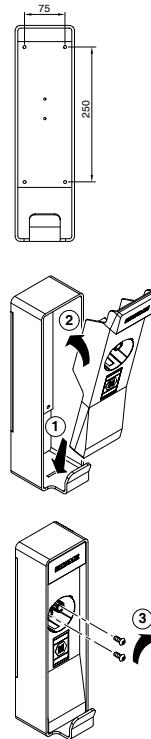

Bild 14: MONTAGE DES STECKERHALTERS
- Nehmen Sie den vorderen, ausgeformten Plastikhalter und positionieren Sie den Zapfen und den Schlitz unten am Metallrahmen. Die drei Metallstifte, die mit dem CCS-2-Modell geliefert werden, müssen jetzt in ihre Aufnahmen gesteckt werden. Für den CHAdEMO-Halter werden keine Stifte gebraucht. Drehen Sie das Plastikteil vorsichtig und halten Sie es gegen den Rahmen, wie in Bild 14 gezeigt.